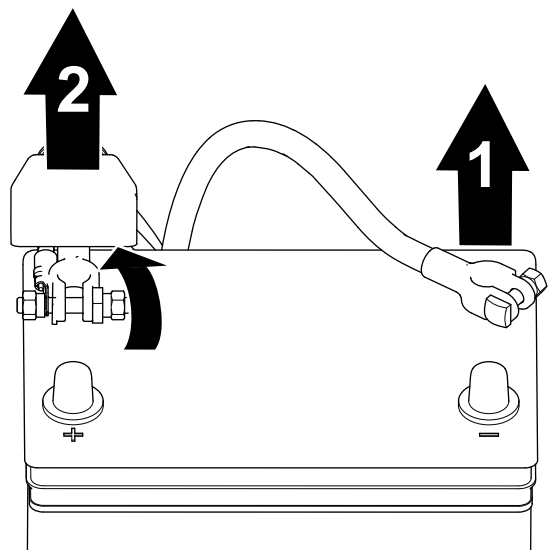

Figura 38
2. Deconectați cablul negativ al bateriei de la borna bateriei (Figura 38).
3. Ridicați izolatorul și îndeprătați cablul pozitiv al bateriei de la borna acesteia (Figura 38).